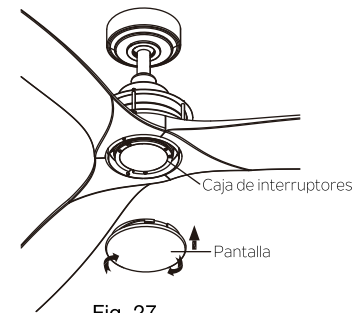

Fig. 27
**Paso 8.** Sujete la pantalla a la caja de interruptores haciéndola girar en sentido horario. No ajuste en exceso. (Fig. 27)